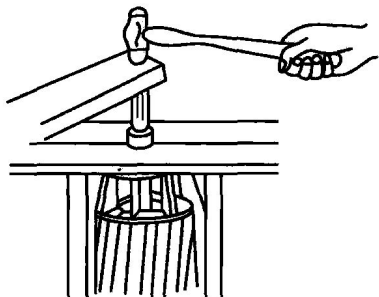

图 1.1.8 轴承搁在圆桶上拆卸
② 搁在圆桶上拆卸。在轴的内圆下面用两块铁板夹住,搁在一只内径略大于转子的圆桶上面,在轴的端面上垫上铜块,用手锤轻轻敲打,着力点对准轴的中心,如图 1.1.8 所示。圆桶内放一些棉纱头,以防轴承脱下时转子摔坏,当轴承逐渐松动时,用力要减弱。